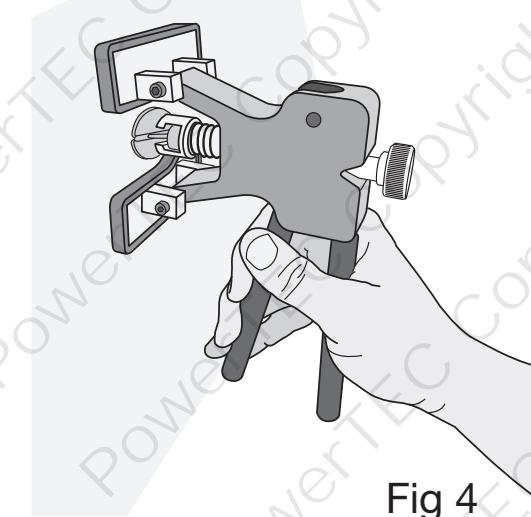

Fig 4
7. Apriete fuerte los dos mangos del enderezador a la vez (ver Fig. 4).